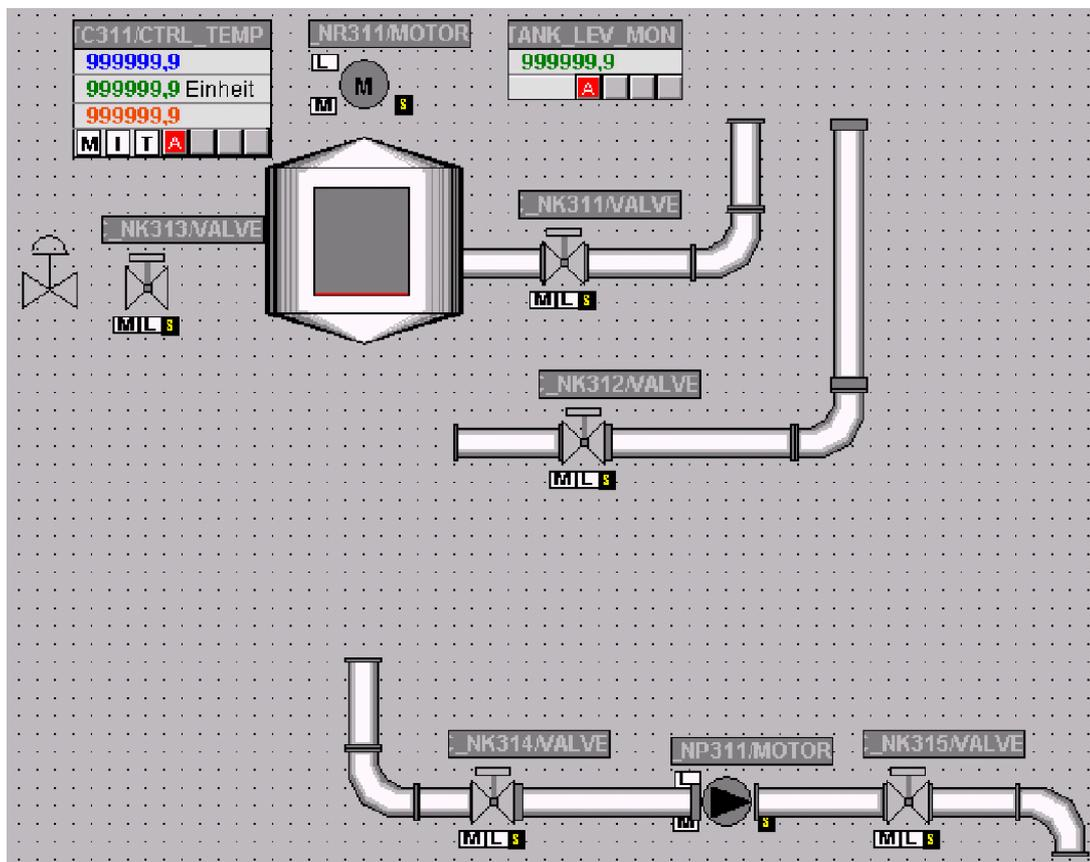

Рис. 8.15 Расположение графических объектов в начальной стадии формирования графического изображения "REAC1"
3. Расставьте значки-символы блоков и новые графические объекты, как показано на рисунке Рис. 8.15 и измените размеры объектов для их выравнивания: